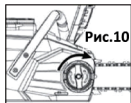

Рис. 10
8. Затяните ручку блокировки боковой крышки (см. рис. 10).